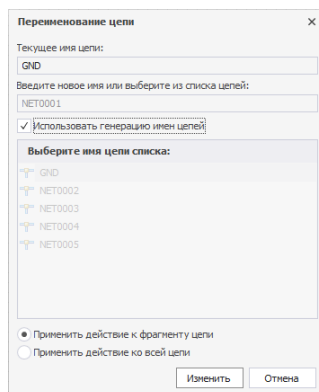

Рис. 110 Автогенерация имен
- Использовать автогенерацию имен цепей, поставив флаг «Использовать генерацию имен цепей», см. Рис. 110. При этом в поле «Введите новое имя или выберите из списка цепей:» система выведет будущее сгенерированное имя создаваемой цепи, а список имеющихся на схеме цепей будет недоступен для выбора.